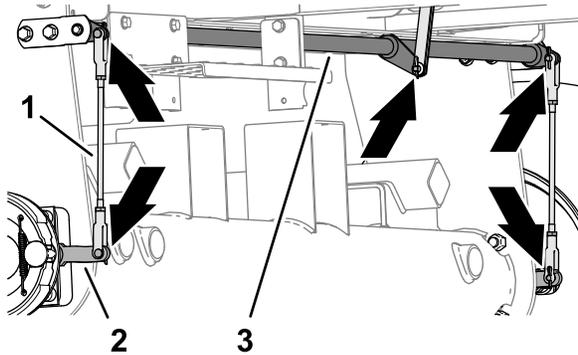

Figura 72
- Inspeccione los conjuntos de varilla de freno derecho e izquierdo (Figura 72) en busca de daños o desgaste.
- Inspeccione el eje de articulación del freno (Figura 72) en busca de daños o desgaste.